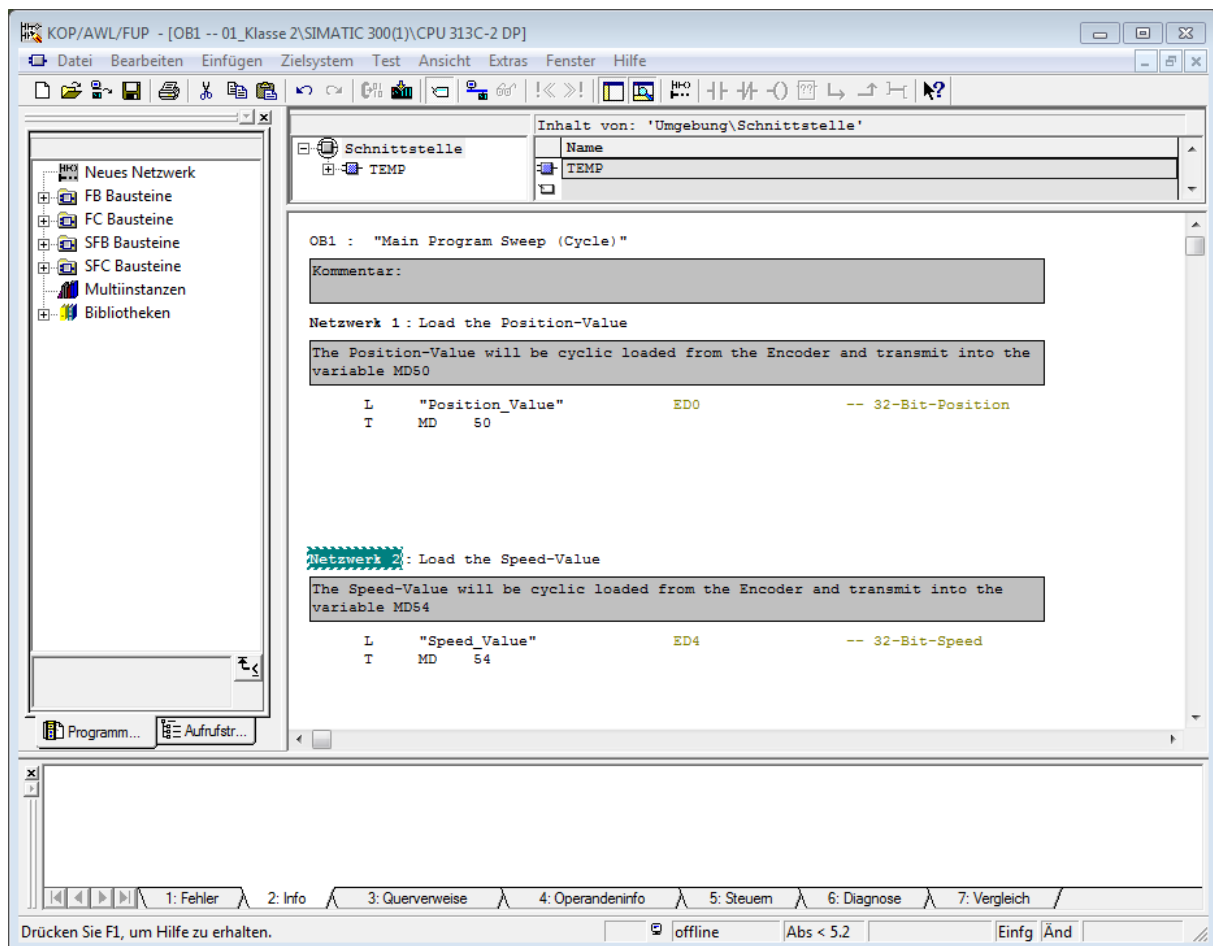

Abbildung 6.2: Werte in ein Steuerprogramm laden – STEP 7
- Siehe Beispiel der Abbildung 6.2.